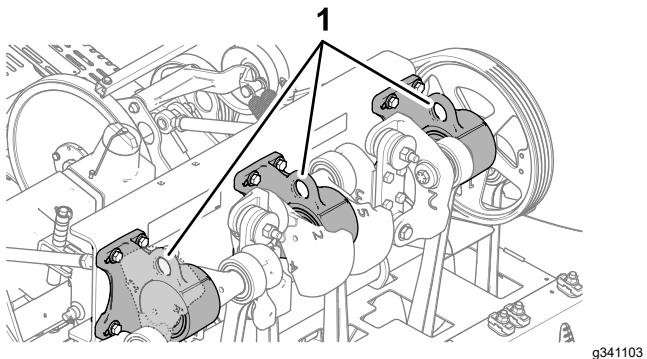

Figure 129
**Remarque:** Si possible, utilisez un pont élévateur pour soulever l'arrière de la machine. Utilisez les œillets des logements de roulements de la tête d'aération comme points de levage (Figure 129)